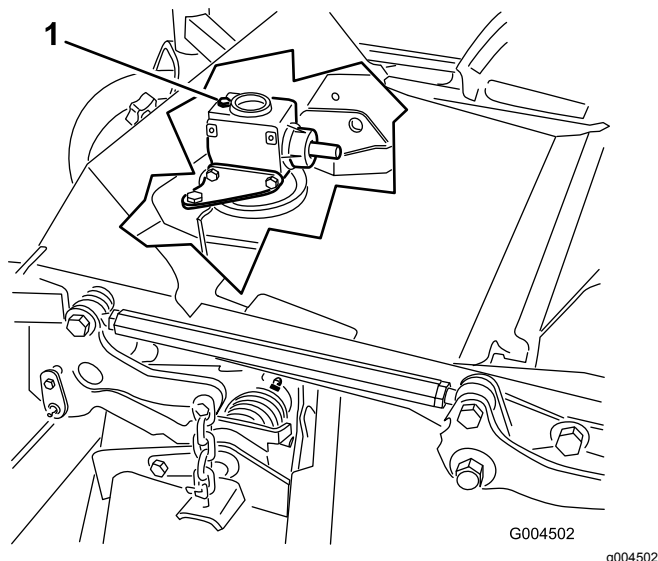

Figura 63
6. Retire a vareta/tampão de enchimento da parte superior da caixa de engrenagens (Figura 63) e verifique se há lubrificante entre as marcas da vareta.
6. Retire a vareta/bujão de enchimento da parte de cima da caixa de engrenagens (Figura 63).